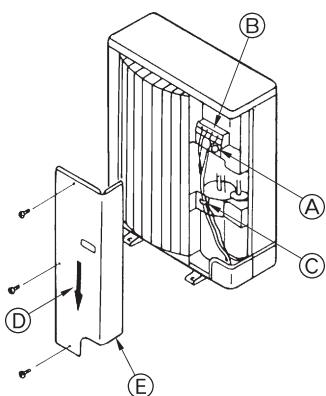

Fig. 6-2
6.2. Cablaggio unità esterna (Fig. 6-2)